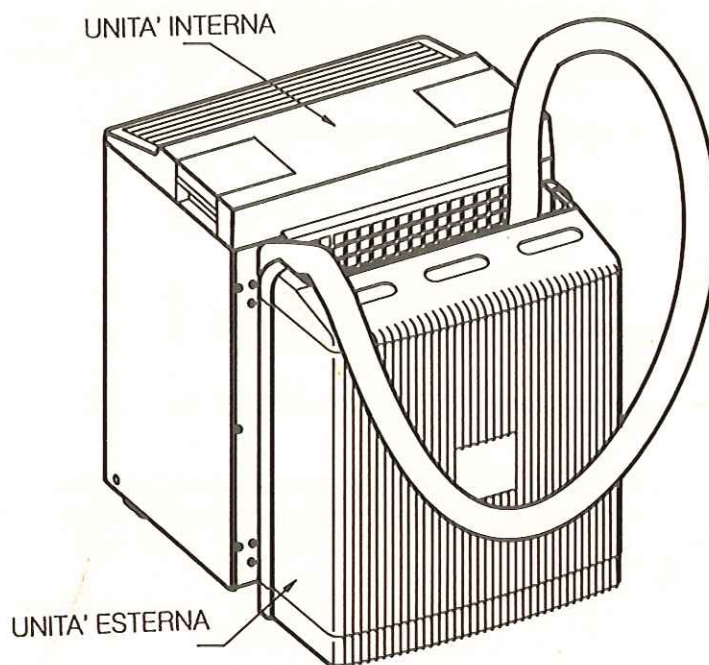

Fig. 13
- (1) Apri gli 4 viti sulla circonferenza del bacino del condensatore.
- (2) Tira il bacino/base giù.
- (3) Risciacqui con acqua.
- (4) Rimetti e chiudi gli viti.
Quando si deve trasportare oppure metter via il condizionatore, bisogna fissare insieme l'unità esterna e l'unità interna (Fig. 13). Per unire insieme i perni (8) dell'unità esterna nei fori a chiave (17) dell'unità interna.